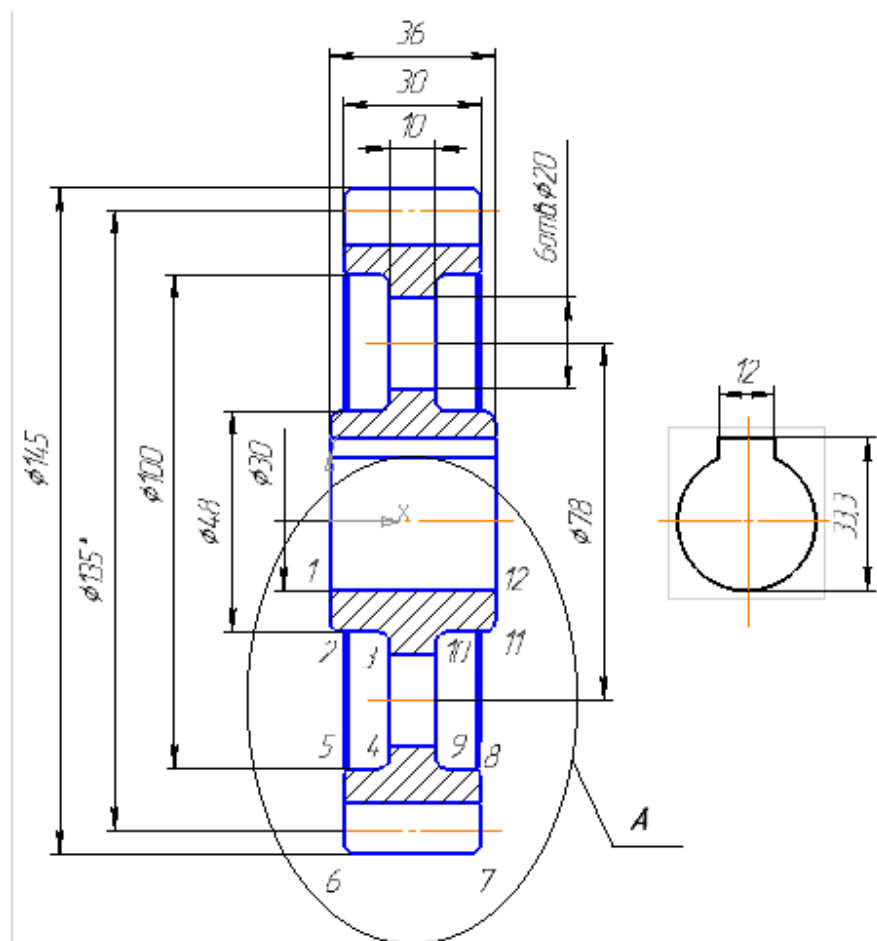
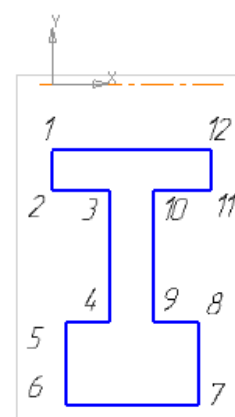
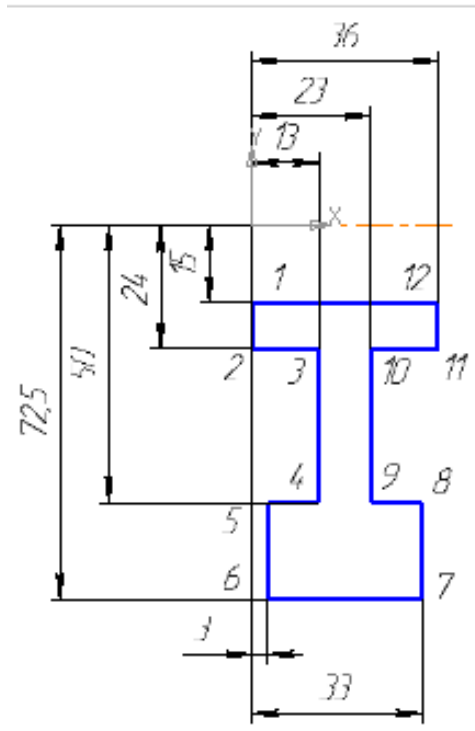
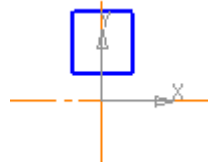

Рис. 2
Рис. 3
Рис. 4
Рис. 8
Строится контур по чертежу колеса (рис. 2), созданного по заданным параметрам.
На рис. 2 в выделенной части разреза колеса, обозначенной «А», точками обозначены вершины многоугольника, являющегося **образующим контуром** – 1, 2, 3, 4, 5, 6, 7, 8, 9, 10, 11, 12. На рис. 3 показана фигура этого контура, а далее описано построение этого контура средствами редактора (рис. 4).
Откройте **инструментальную панель Геометрия**  на **панели переключения**. Из точки, расположенной ниже начала координат, на величину, равную радиусу сквозного отверстия под вал (рис. 4), постройте **замкнутую** ломаную линию, используя кнопку
Непрерывный ввод объектов  по размерам, соответствующим размерам сечения колеса (рис. 4), стилем линии **Основная**. Затем на **панели свойств** подключите опции **Отрезок**  и **Замкнуть** .
- эскиз шпоночного паза в плоскости ступицы колеса (рис. 8);
Эскиз состоит из одного контура – прямоугольника (рис. 8), построение которого показано на рис. 13. Прямоугольник построен по двум точкам 1 и 2, в соответствии с размерами, указанными в чертеже колеса (рис. 2).